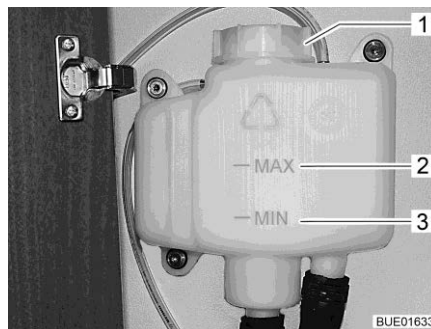

Bild 305 Expansionsbehållare utan kåpa
- Kontroll av vätskenivå utförs på expansionsbehållaren (Bild 305), nivån skall ligga mellan markeringarna "MIN" (Bild 305,3) och "MAX" (Bild 305,2).
- Vredet på expansionsbehållaren (Bild 305,1) öppnas.